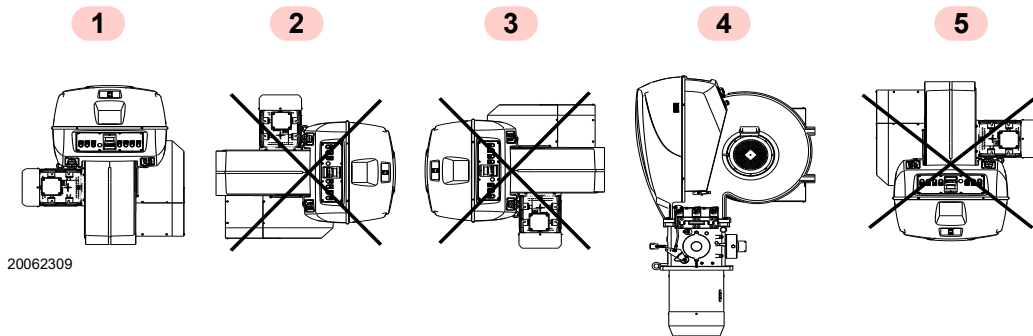

Fig. 9
- Le brûleur est exclusivement prévu pour fonctionner dans les positions **1, 2, 3 et 4** (Fig. 9).